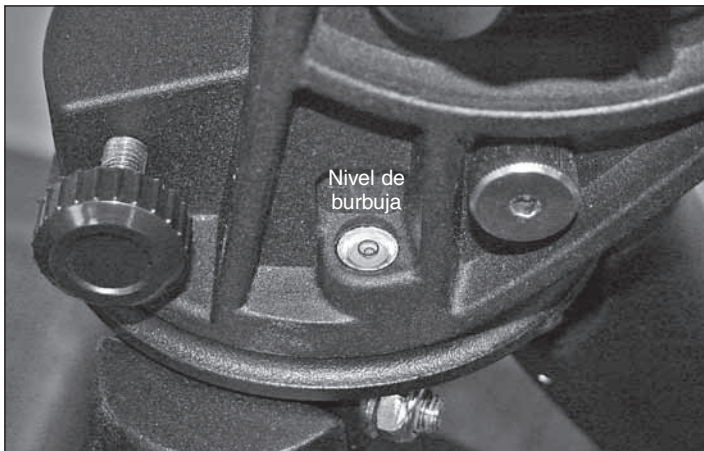

Figura 5. El nivel de burbuja de la base de la cabeza de la montura permite nivelar fácilmente la montura.
2. Utilizando el nivel de burbuja de la montura (**figura 5**), nivele la montura ajustando la longitud de las patas del trípode según sea necesario.